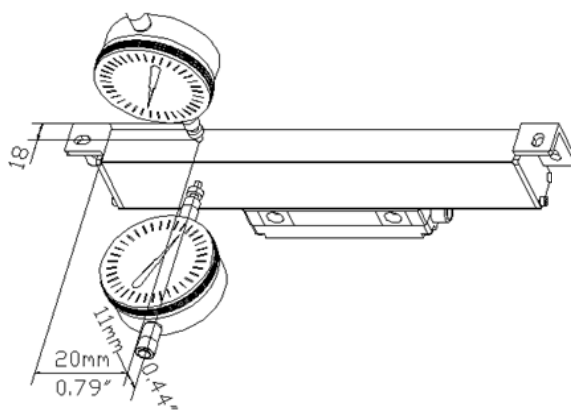
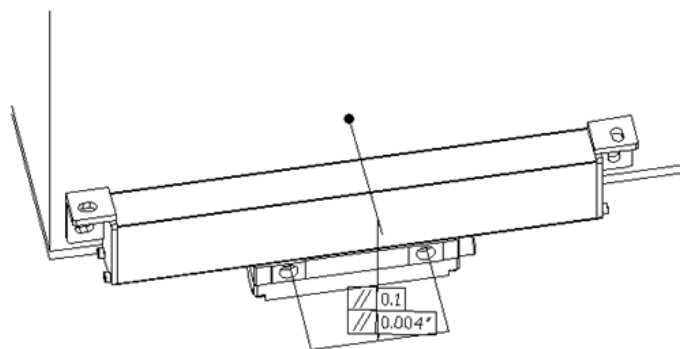

图 4.5
图4.6
- 9) 调校光栅尺高度和水平时,必须以光栅尺的长度中心取两边对称点作为调校基准点,任一光栅尺不论在调校水平方向或高度方向时,其调校范围:对尺身而言,以表头距尺身两端的距离各不超过20mm为准(图4.5);对读数头而言,在两个四方基准面之间(图4.6)。
3. 读数头相对机床平行度 $< 0.10\text{mm}$ ，最大不超过 0.15mm (图4.6)。